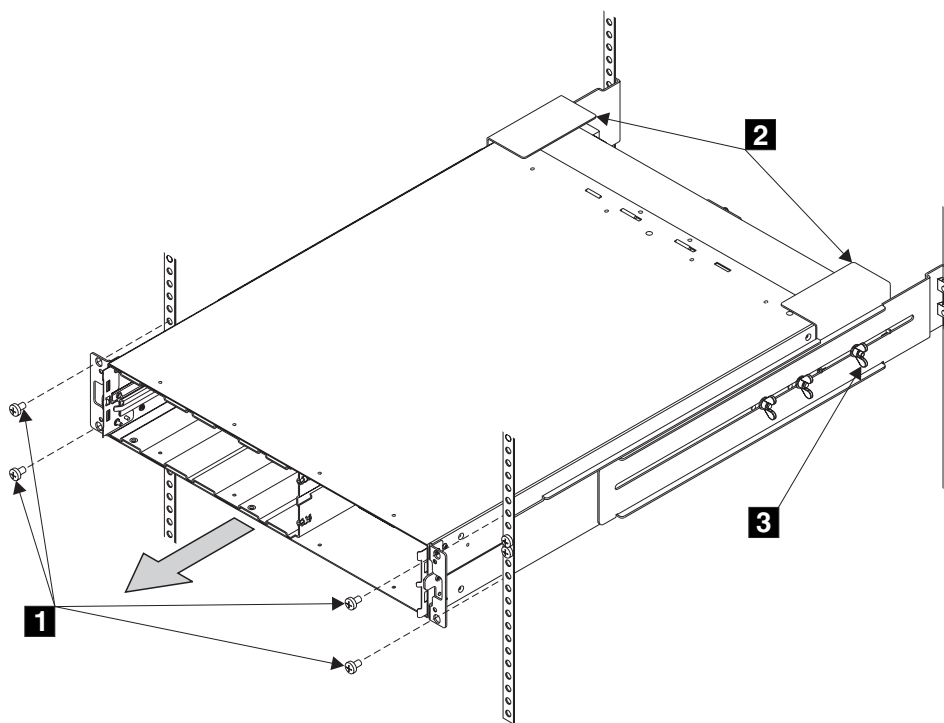

図 61. 無停電電源装置 5125 の取り外し
- UPS 5125 の前部の取り付けねじ **1** (図 61 を参照) を外します。